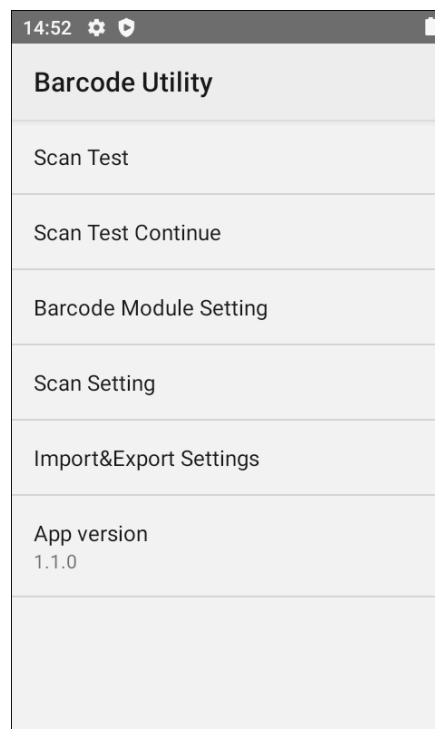

Рисунок 24. Главное меню утилиты **Barcode Utility**
4. Далее выполнить настройку модуля сканирования (рисунок 24).
В процессе настройки модуля сканирования можно выполнить (рисунок 24):